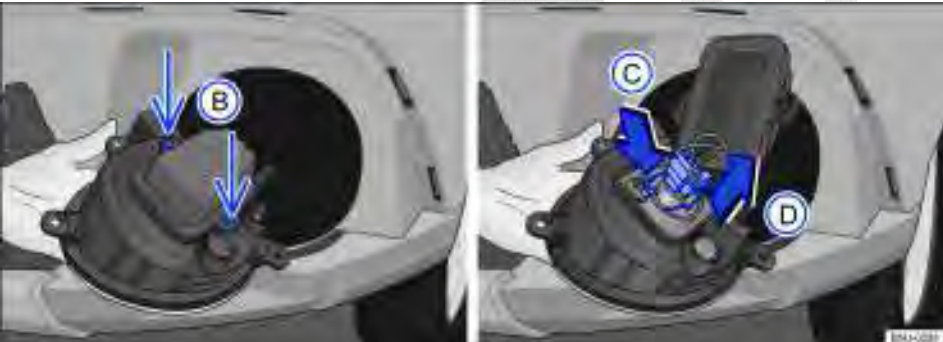

Fig. 184 Remover a cobertura para acesso da lâmpada e acesso a lâmpada do farol de neblina.
5.	Remover os parafusos de fixação da cobertura de acesso à lâmpada do farol de neblina ⇒ Fig. 184 B.
7.	Comprimir a mola de travamento no sentido da seta ⇒ Fig. 184 C e deslocá-la para destravar a lâmpada.